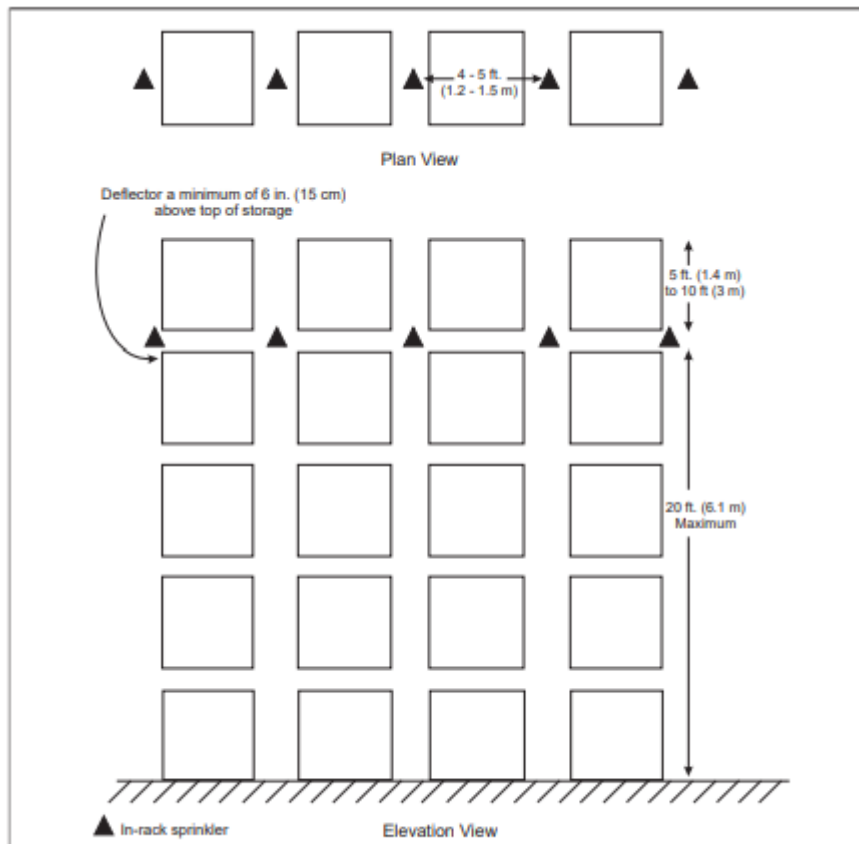

Fig. 16a. Single row rack sprinkler layout - fire protection scheme E.
4. La protection dans les palettiers devraient être prévue comme suit (figures 16a et 16b ci-dessous) et avec les caractéristiques suivantes :